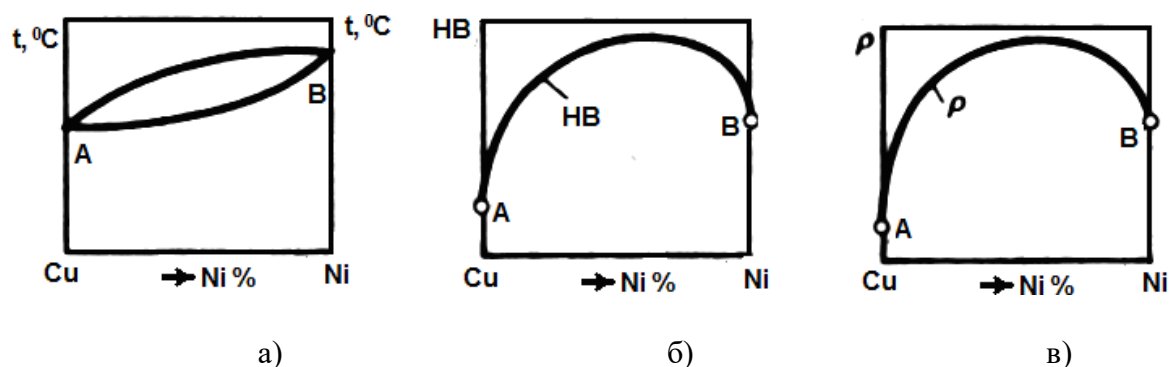

Рис. 4. Связь между диаграммой состояния Cu – Ni и свойствами сплава
4) Наблюдая зависимость между твердостью, электропроводностью и типом диаграммы, Курнаков Н.С. установил зависимость между свойствами сплавов и диаграммами состояния (правило Курнакова) (рис. 4) [1, с.73; 7, с. 77; Приложение, рис. 11].
На рис. 4а приведена сама диаграмма состояния «медь – никель». На рис. 4б и 4в соответствующие им закономерности изменений свойств сплавов в зависимости от их состава (диаграммы состав – свойство) [7, с. 76]. По осям ординат этих графиков откладывают свойства сплавов (твердость, электросопротивление, электропроводность и др.), а по осям абсцисс – содержание никеля Ni (%). На рис. 4б показан характер изменения твердости, где при увеличении содержания никеля твердость увеличивается по криволинейному закону. Характер изменения электросопротивления (рис. 4в) тоже криволинейный, то есть при увеличении содержания никеля электросопротивление возрастает, следовательно, электропроводность падает.